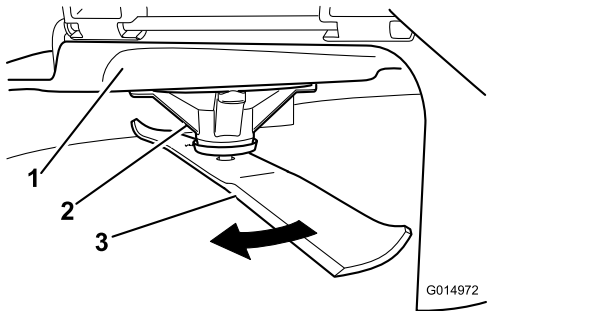

Figura 86
2. Llevando guantes fuertemente acolchados u otro tipo de protección apropiada para las manos, gire la cuchilla lentamente hasta una posición que permita medir la distancia entre el filo de corte y la superficie nivelada en la que descansa la máquina (**Figura 86**).